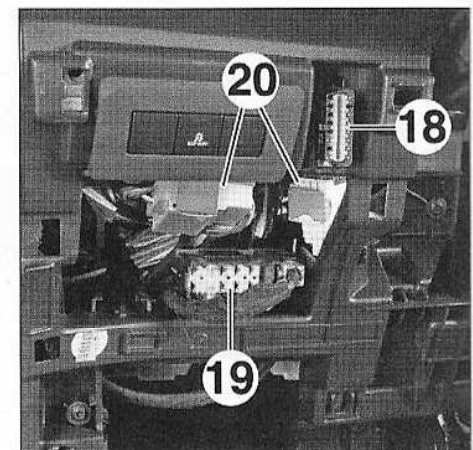

FIG.16
- Dégrafer de la planche de bord (Fig.16) :
- la prise diagnostic (18),
- le boîtier fusibles habitacle (19) (si équipé).
- Débrancher les connecteurs (20).